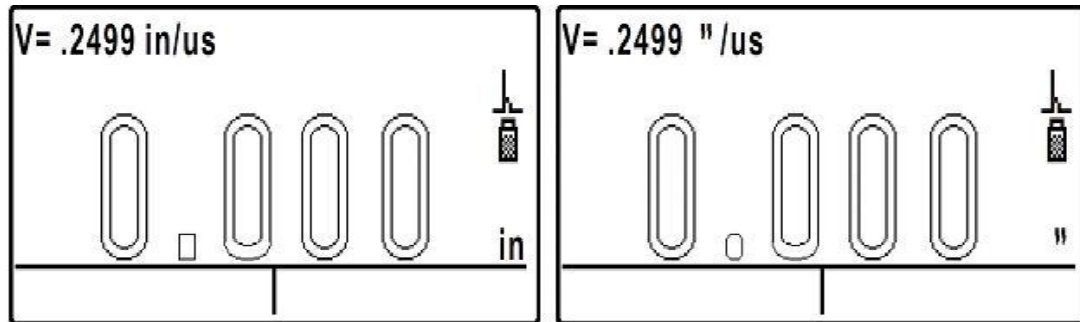

Figura 16 Pantalla de medición
- v. Entonces, el instrumento entra a la pantalla de medición, como se muestra en la Figura 16 y se encuentra listo para ser usado.